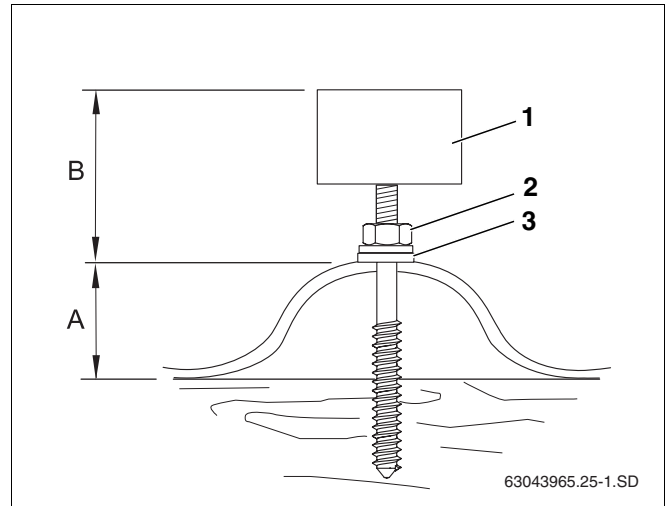

Fig. 24 Vara roscada instalada sobre telhado de chapa ondulada
Ao enroscar as varas roscadas, assegure-se de que a distância B (tab. 7 e fig. 24) é igual para todas as varas roscadas.
- ▶ Apertar a porca (fig. 24, **item 2**) de tal forma que a anilha de vedação (fig. 24, **item 3**) encoste totalmente no telhado.